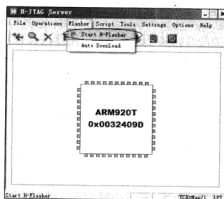

图 11-34 选择“Start H-Flasher”
(1) 打开 H-JTAG 软件，成功检测到 CPU 型号后，在“Flasher”菜单下选择“Start H-Flasher”，如图 11-34 所示。